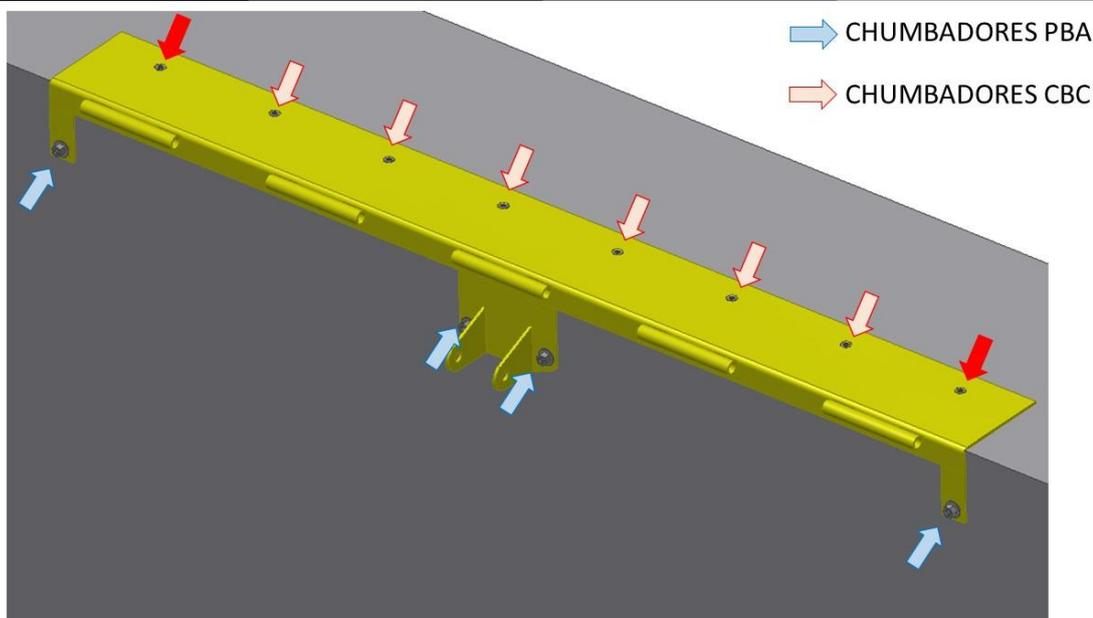

Figura 4: Pontos de aplicação dos chumbadores.
-Utilizar a broca de 10mm para fazer os pré-furos nos locais indicados na Figura 4, iniciando pelas furações indicadas pelas setas vermelhas. Após fazer a furação no primeiro furo, utilizar o próprio parafuso do **CHUMBADOR CBC** como pino trava para manter a chapa de fixação imóvel. Após fazer a furação no furo do lado oposto também deve-se realizar o travamento: